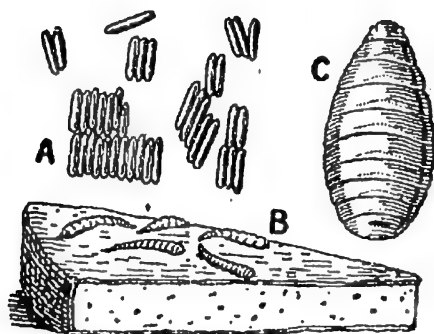

Fig. 5. — A : œufs de mouche (très grossis); — B : larves sorties des œufs; — C : la larve a pris la forme d'un petit tonnelet d'où sortira une mouche.
**5. Les œufs de la mouche.** — Sur des matières en décomposition, la mouche pond un amas de petits œufs blancs, allongés (fig. 5, A). Après quelques jours, il en sort de petits vers (fig. 5, B) qui grouillent dans les liquides corrompus dont ils se nourrissent. Ce sont des *larves*, les « asticots ». En cinq jours, leur croissance est achevée. Puis leur peau durcit, brunit; la larve prend la forme d'un tonnelet (fig. 5, C). Sous son enveloppe, elle subit des transformations, des *métamorphoses*, devient une mouche qui, bientôt, fait sauter avec sa tête le fond du tonnelet et s'échappe.